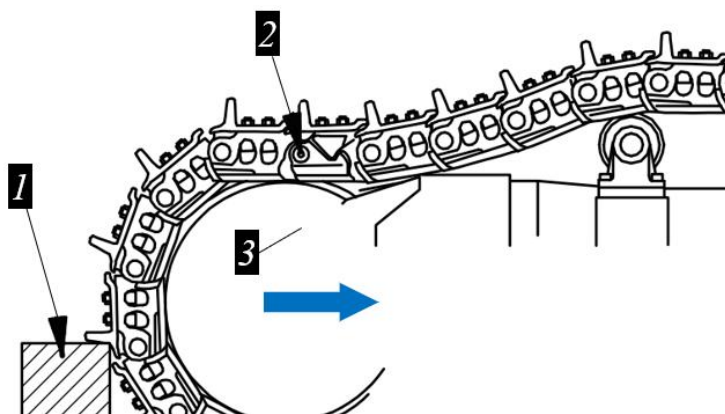

Рисунок 5.79. Процедура снятия натяжения с гусеничной цепи
- ▶ Спереди, под натяжное колесо установить подпорку 1, например, деревянный брусок рис. 5.79.
- ▶ Медленно наехать натяжным колесом 3 на подпорку 1, см. рис. 5.79.
- ▷ Замыкающие полузвенья 2 при этом должны располагаться примерно над направляющим колесом 3, рис. 5.79.